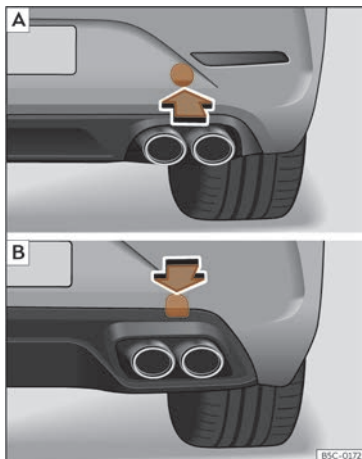

Fig. 49 A la part dreta del para-xocs del darrere: retirar la tapa. [A] Leon Sportstourer; [B] Leon.
L'allotjament de l'argolla de remolc enroscable es troba al costat dret del para-xocs posterior, al darrere d'una tapa» **fig. 49**.
- *Leon Sportstourer*: Pressioneu sobre la zona inferior de la tapa» **fig. 49 [A]** per desencastar-la. *Leon*: Pressioneu sobre la zona superior de la tapa» **fig. 49 [B]** per desencastar-la.